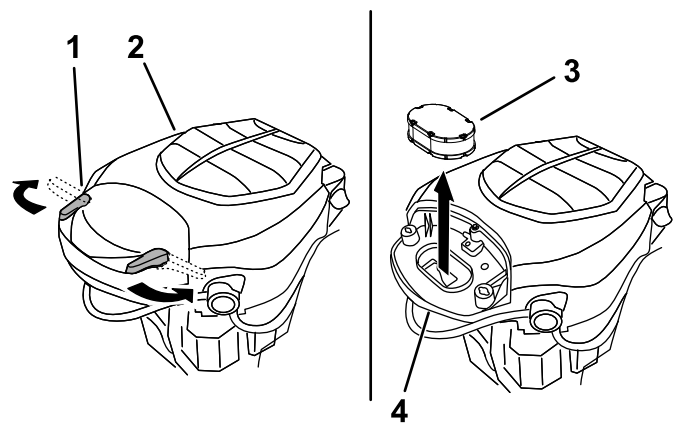

Figure 31
3. Reposez le couvercle et fixez-le avec les verrous (Figure 31).